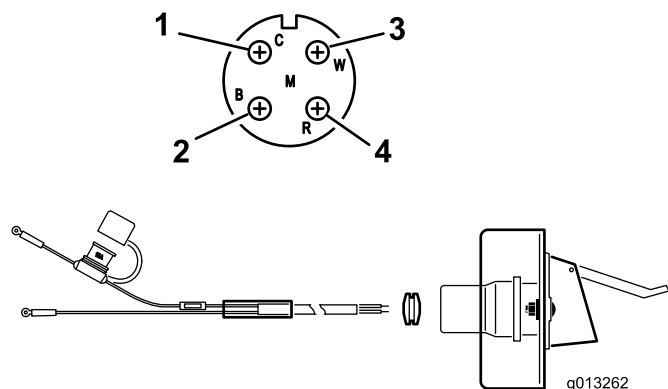

Figura 9
2. Disponete il cablaggio elettrico dalla batteria alla staffa dell'attacco elettrico e fissatelo (Figura 9).
3. Inserite il cablaggio nella staffa della presa e montate la boccola di gomma nera sul cablaggio (Figura 9).